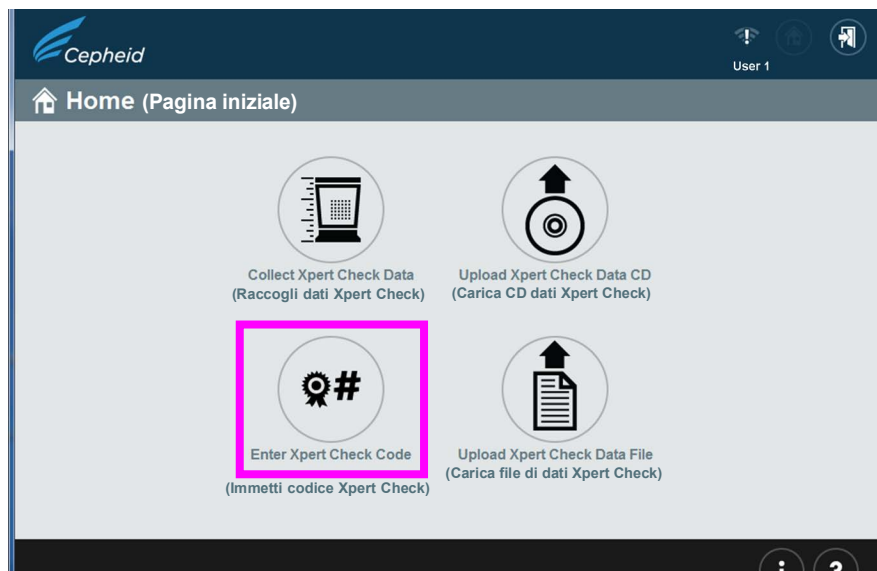
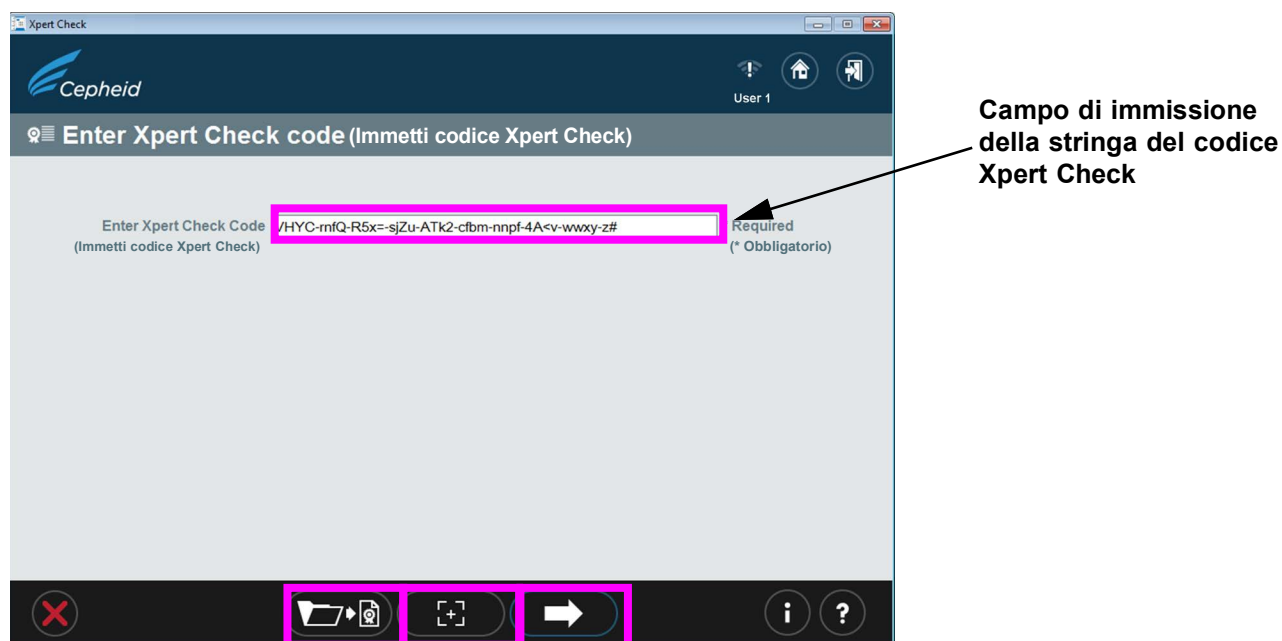

Figura 2-41. Schermata Pagina iniziale con pulsante Immetti codice Xpert Check
Figura 2-42. Schermata Immetti codice Xpert Check
5. Toccare o fare clic sul pulsante **Immetti codice Xpert Check (Enter Xpert Check Code)**. Vedere la Figura 2-41. Verrà visualizzata la schermata Immetti codice Xpert Check (Enter Xpert Check Code). Vedere la Figura 2-42.